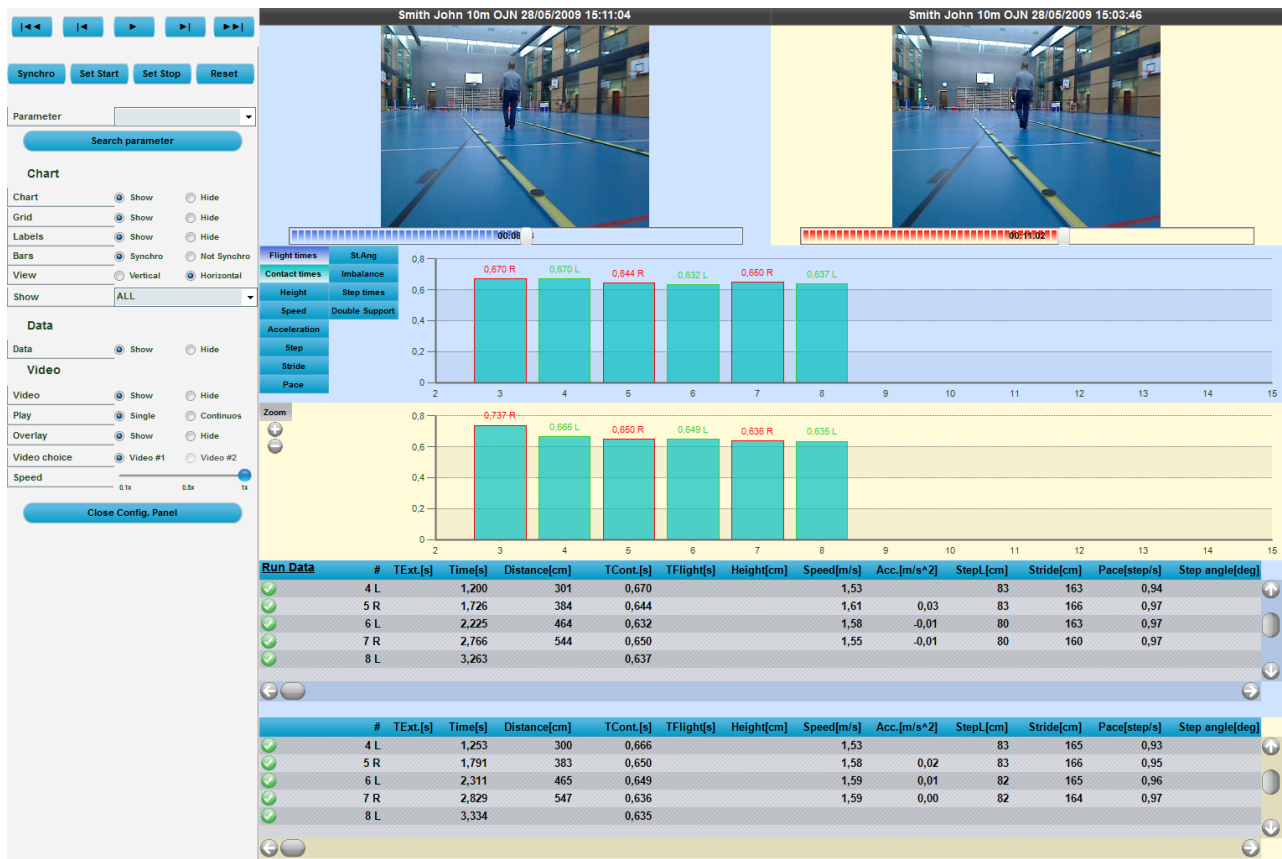

Abb. 79 – Parameter
- **Visualisierung:** Die Anzeige der Daten erfolgt horizontal (wie in Abb. 79 – Parameter